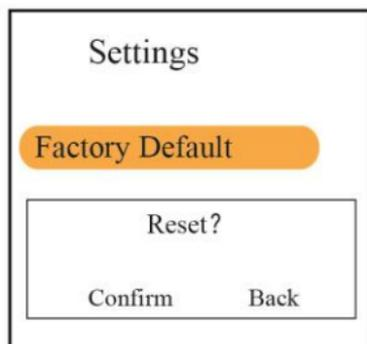

Figura 4.10J Impostazioni di fabbrica
- Version: Per visualizzare il numero della versione del software, come mostrato nella figura 4.10J.